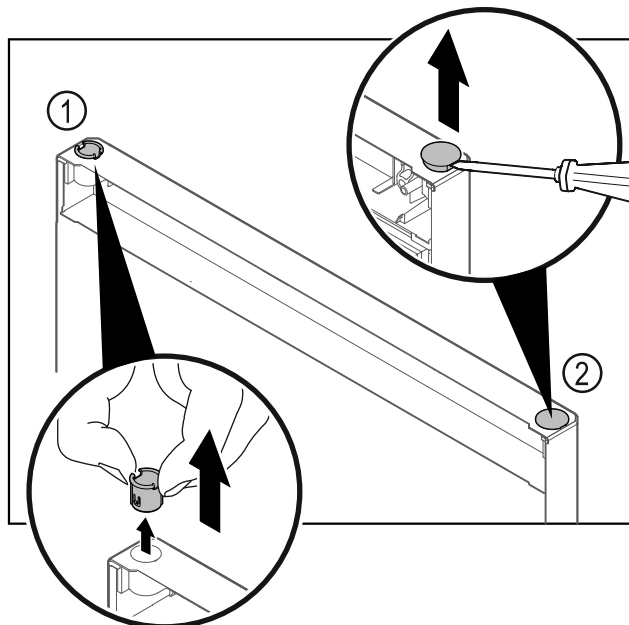

Fig. 22
- Wyjąć palcami tuleję zawiasu Fig. 22 (1).
- Zatyczkę osłonki Fig. 22 (2) ostrożnie podważyć przy pomocy śrubokręta płaskiego i wyjąć.